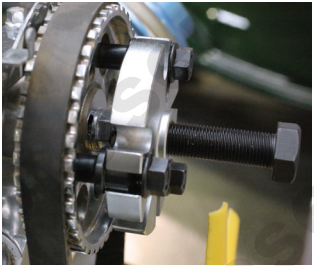

Fig. 2
4. Fixer l'extracteur sur la poulie comme illustré à la Fig. 2
6. S'assurer que le bout sphérique de la vis de force est poussé contre une surface plane si l'arbre de poulie est muni d'un trou central ; remonter ensuite, sans trop le serrer, le bouchon de fixation central en veillant à ce que la vis de force soit poussée contre une surface plane comme illustré à la Fig. 2.